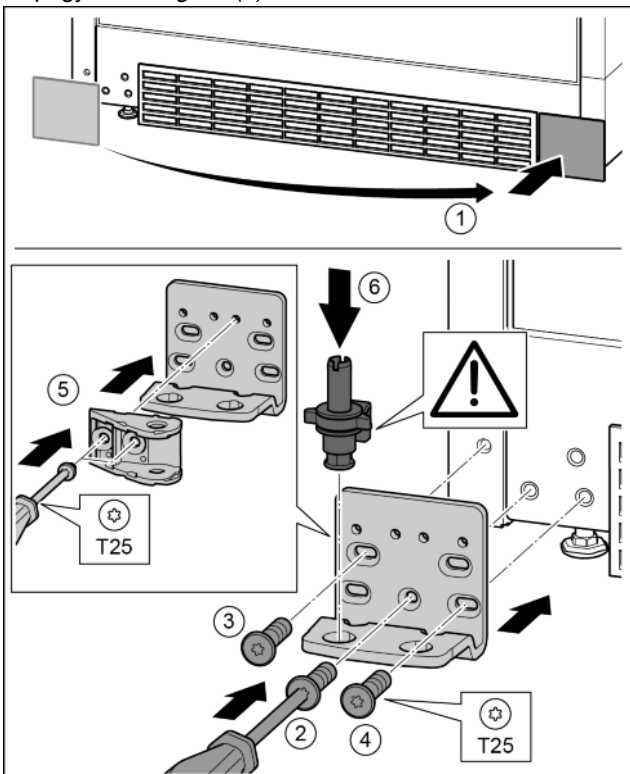

Fig. 31
- ▶ Vegye le a fedelet, és szerelje fel a másik oldalra. *Fig. 31 (1)*
- ▶ A másik oldalra helyezze fel a csapágybakot, és egy T25 csavarhúzóval húzza meg. Középen az alsó 2 csavarral kezdjen. *Fig. 31 (2)*
- ▶ Húzza meg a 3 és 4 csavart. *Fig. 31 (3, 4)*
- ▶ Fordítsa el 180°-kal a záráscsillapítót. A T25 csavarhúzóval csavarozza fel a csapágybak másik oldalára. *Fig. 31 (5)*
- ▶ Helyezze be a teljes csapszeget. Ügyeljen közben arra, hogy a bekattanó bütyök hátrafelé mutasson. *Fig. 31 (6)*